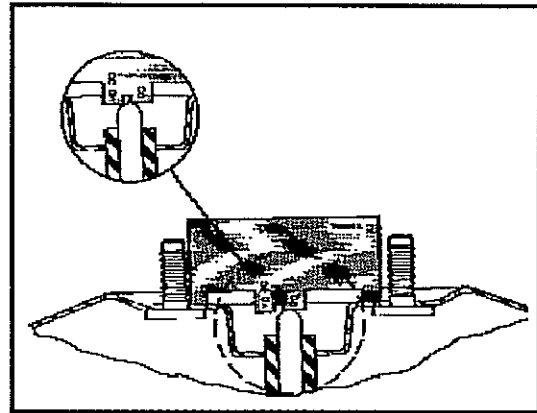

Abb. 9-21 Messen des Stellwegs am Arbeitskolben
- Die Lehre J-22647 wie in Abb. 9-21 gezeigt am Bremskraftverstärker ansetzen, so daß diese hin und her geschoben werden kann, ohne die Stehbolzen am Gehäuse zu berühren.